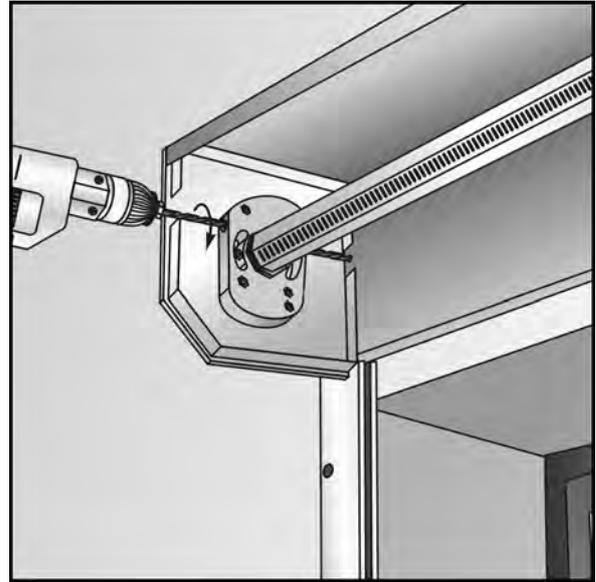

Abb. 2.20
12. Anordnung der Bohrung in der Wand für die Ausführung der Steuerungselemente markieren (Abb. 2.20, 2.21).